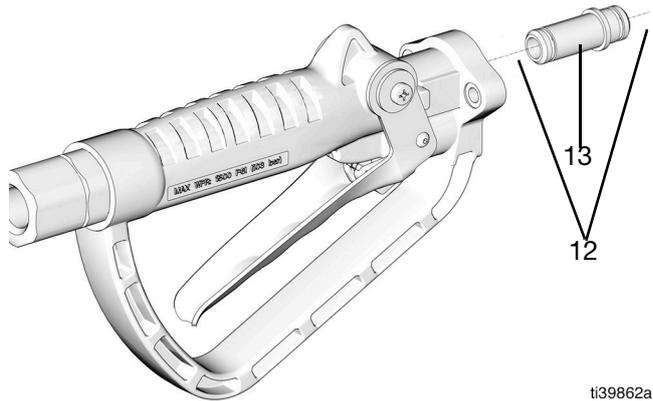

FIG. 58
1. Lubrique las juntas tóricas del tubo de conexión (12) (FIG. 58).